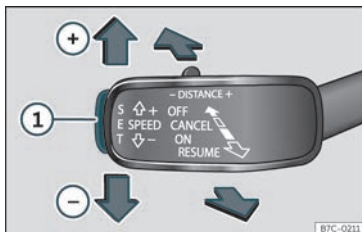

Fig. 210 Á esquerda da columna da dirección: teclas para manexar o limitador de velocidade.
- Durante a marcha, prema a tecla **SET** >>> **fig. 210 ①**.
- Prema a tecla **SET** >>> **fig. 210 ①** para reducir a velocidade en pasos pequenos de 1 km/h (1 mph).
Se desexa desactivar temporalmente o limitador de velocidade, por exemplo, para adiantar, desprace a panca cara ao punto de presión **CANCEL** ou prema a tecla >>> **fig. 210 ②**.